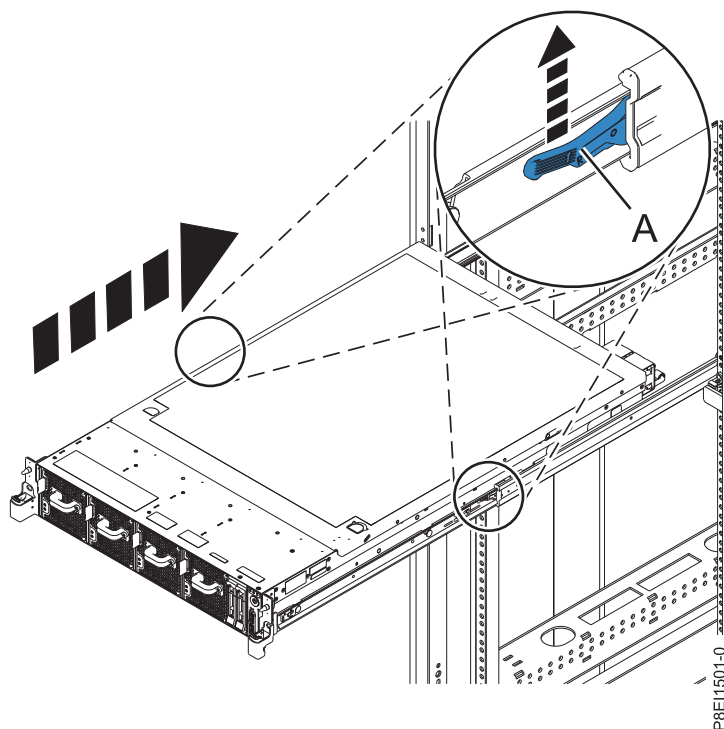

Figure 223. Mise en position de fonctionnement du système
1. Déverrouillez les taquets de sécurité bleus (A) en les soulevant.
2. Alignez l'unité centrale et les glissières et poussez l'unité centrale pour la remettre en place dans l'armoire jusqu'à ce que les deux taquets de déverrouillage du système soient verrouillés. Voir figure 223.